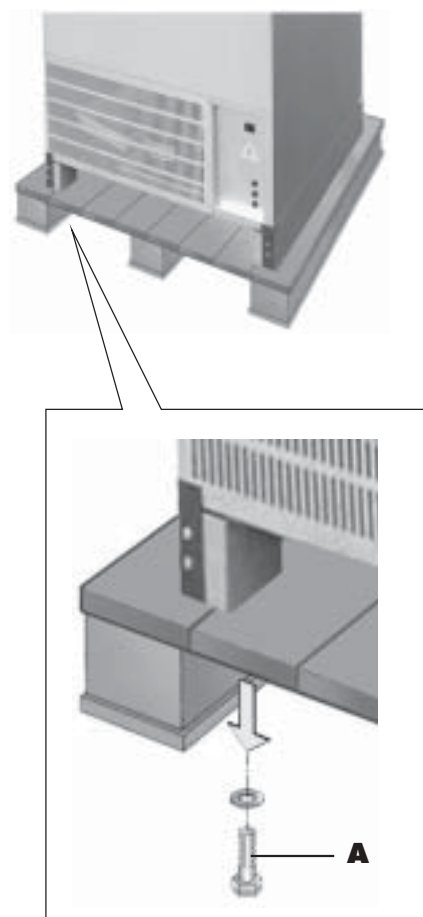

Fig. 9
Quitar los cuatro tornillos (A) de fijación del distribuidor al pallet (Fig. 9).